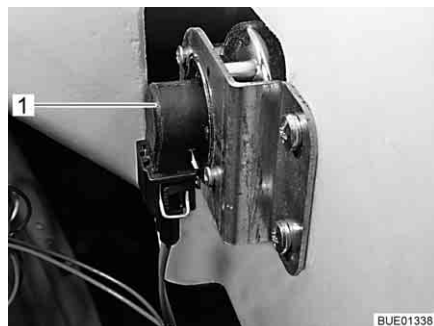

Fig. 257 Indicateur de direction
- Placer la main derrière le support de lampe (Fig. 257,1).